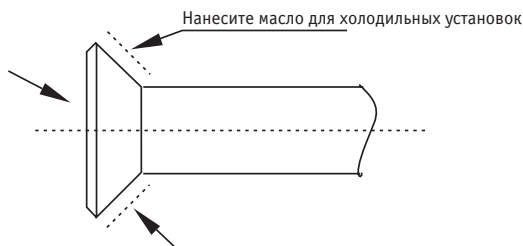

Рис. 6.2
- Перед установкой конусной гайки на конус трубы нанесите на конусный конец трубы (внутри и снаружи) масло для холодильных установок, затем поверните ее три или четыре раза, прежде чем затянуть гайку. См. рис. 6.2